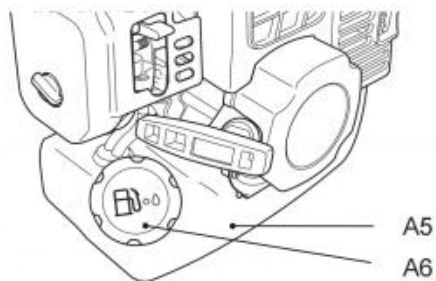

Fig. 25
7. Svitare e rimuovere il tappo del serbatoio del carburante (A6) (Fig. 25).